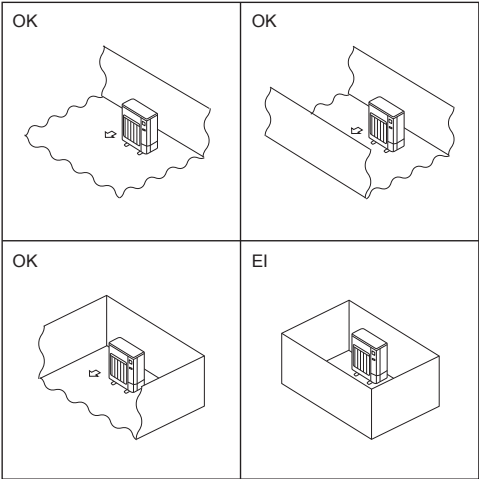

Fig. 2-2
- Ⓑ Paigaldage välisseadmed kohta, kus vähemalt üks neljast küljest on avatud ja piisavalt avaras kohas, mis ei ole nõgus. (Fig. 2-2)